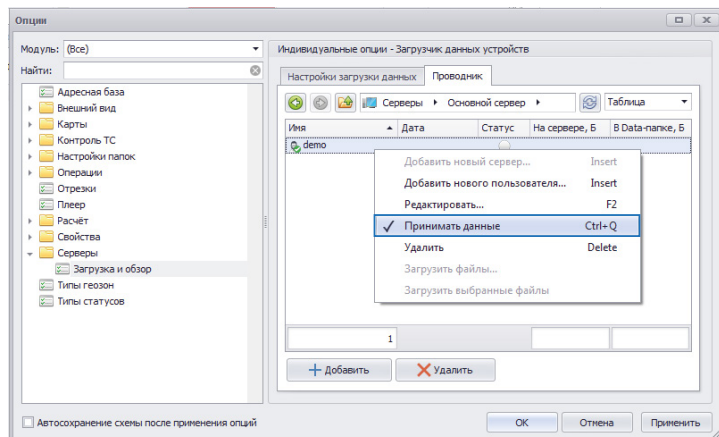

Рис.78. Опция «Принимать данные пользователя» в настройках пользователя.
- Не установлена галочка «Принимать данные по приборам пользователя» в настройках пользователя. Изменить состояние опции можно в контекстном меню пользователя в окне «Проводник» (**Рис.78**).